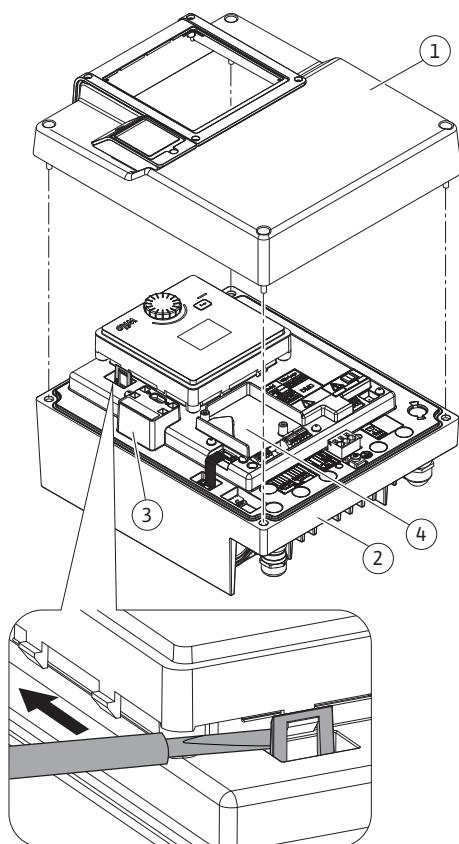

Fig. 17: Módulo eletrónico
Os módulos CIF (acessórios) são utilizados para a comunicação entre as bombas e o BMS. Os módulos CIF estão ligados ao módulo eletrónico (Fig. 17, pos. 4).